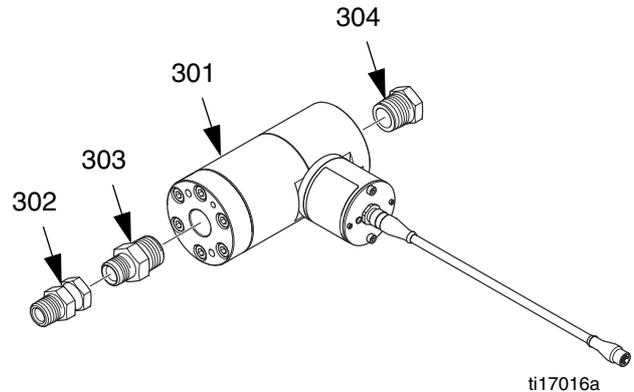

FIG. 5 : Raccordement des raccords sur le débitmètre
6. Raccordez le raccord pivot (302) sur le collecteur de fluide. Consultez la FIG. 5.
7. Raccordez les raccords (303 et 304) au débitmètre (301). Consultez la FIG. 5.
8. Raccordez le débitmètre et les raccords au raccord pivot déjà branché au collecteur de fluide. Consultez la FIG. 5.